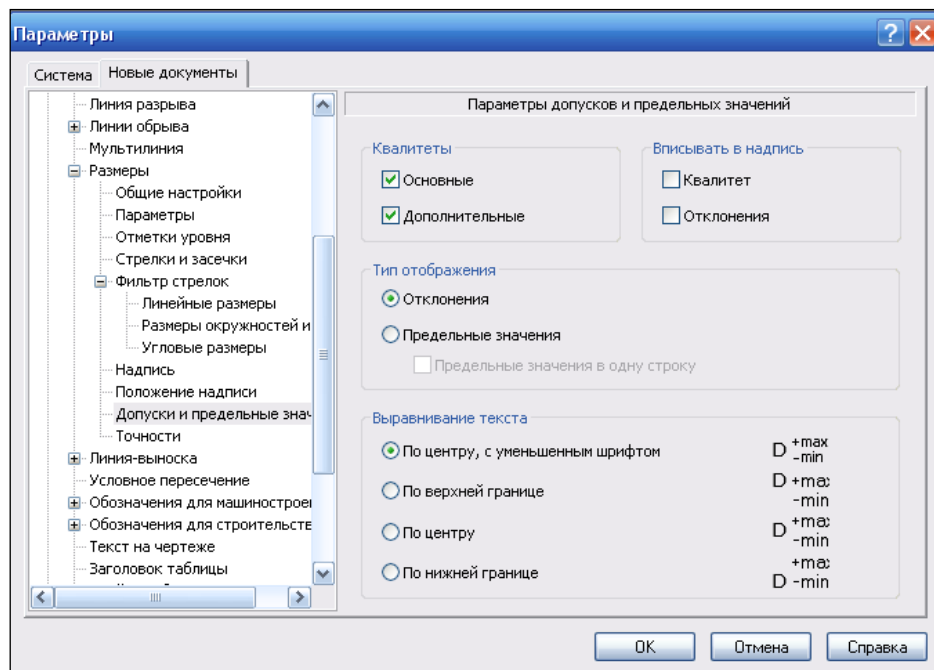

Рис. 1.14. Диалоговое окно **Параметры** с открытой панелью **Параметры допусков и предельных значений**
- ◆ выделите ЛК мыши пункт **Допуски и предельные значения**. В правой части раскроется панель **Параметры допусков и предельных значений** (рис. 1.14). На этой панели поставьте флажки в окнах переключателей, чтобы включить необходимые опции;